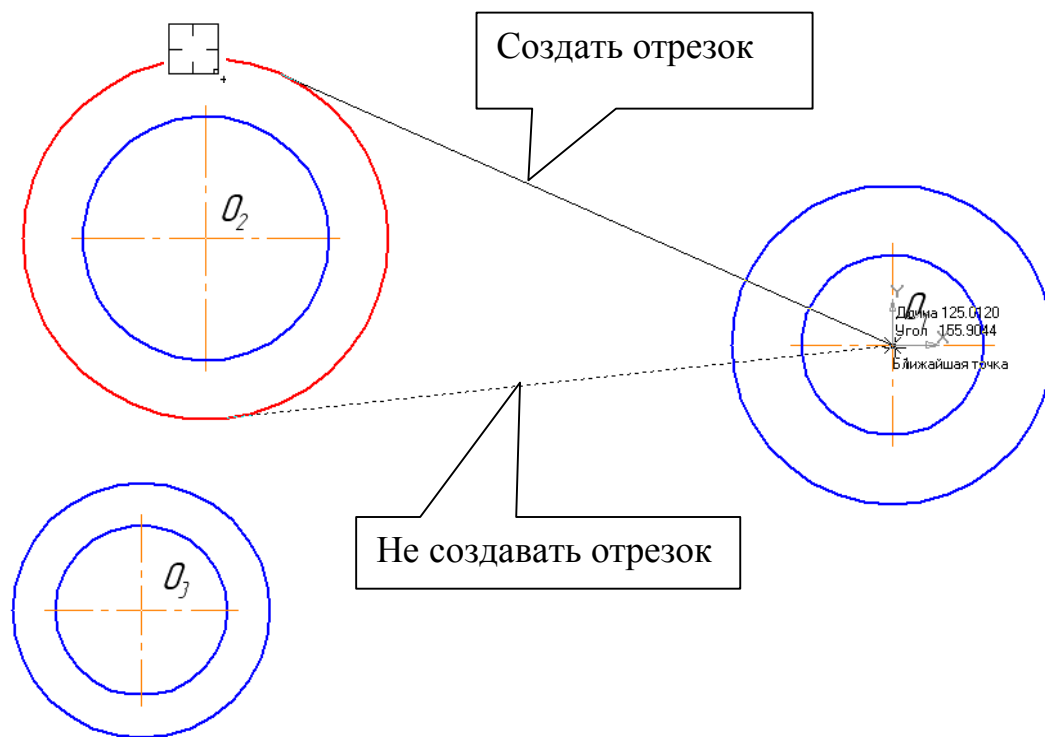

Рис. 76
3. Выполните касательную из точки с координатами (0, 0) к окружности, имеющей радиус 34 мм, рис. 76
3. Постройте отрезок, проходящий через центр  $O_1$  касательно к окружности, имеющей радиус 34 мм. Для этого активизируйте команду **Касательный отрезок через внешнюю точку** . На запрос системы *Укажите кривую для построения касательного отрезка* курсором укажите окружность, рис. 76, на запрос системы *Укажите начальную точку отрезка* подведите курсор к началу координат. После срабатывания привязки **Ближайшая точка** зафиксируйте точку. Система создаст два варианта отрезка, удовлетворяющих заданным условиям. Верхний вариант будет отображаться сплошной линией, то есть будет текущим. Нижний вариант будет отображаться штриховой линией, то есть будет дополнительным. Щелчком на кнопке **Создать объект**  на панели специального управления создайте верхний (текущий) отрезок. Щелчком на кнопке **Прервать команду**  откажитесь от создания нижнего отрезка.